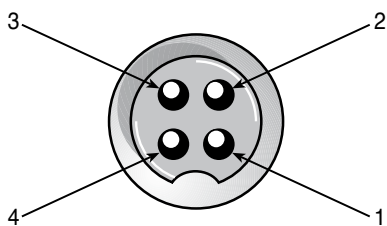

Fig 4. Prise microphone vue de l'arrière
5. Les fils doivent être soudé aux broches comme indiquées précédemment dans le tableau de câblage. Si un étaux est disponible ou une troisième main il est conseillé de l'utiliser afin d'avoir les deux mains disponible pour souder. Si aucune aide n'est disponible il est possible de garder le réceptacle de broche stable en l'introduisant légèrement dans la prise micro du poste. Le numéro des broches de la prise microphone est indiqué dans la Fig. 4 de l'arrière de la prise. Avant de souder les câbles pré étamé les broches du connecteur.